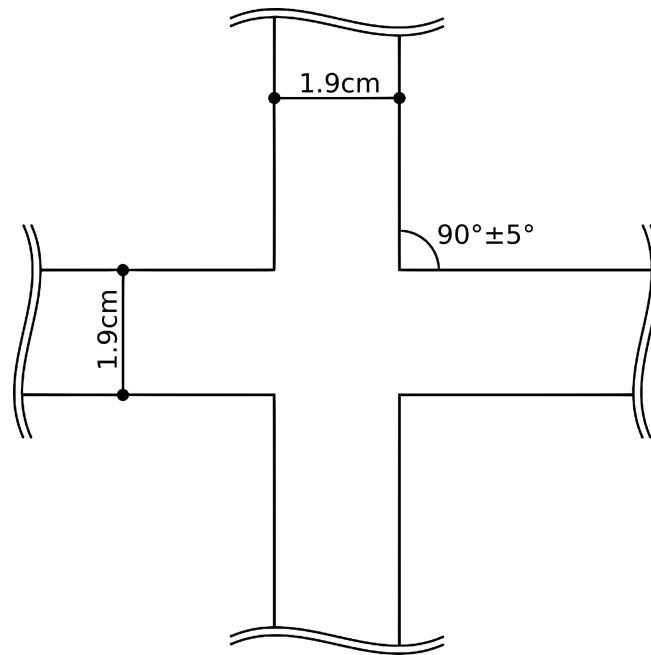

Figura 3: Intersección
- 4.5. Cuando las líneas se cruzan, el ángulo de la intersección es de  $90^{\circ} \pm 5^{\circ}$  (Ver Figura 3). Antes y después de la intersección hay 25 [cm] de línea recta.